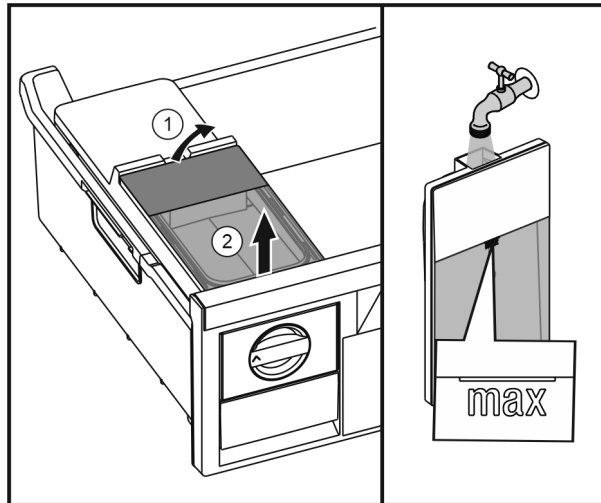

Fig. 29
- ▶ Підняти бак для води ззаду Fig. 29 (1) та вийняти вгору Fig. 29 (2).